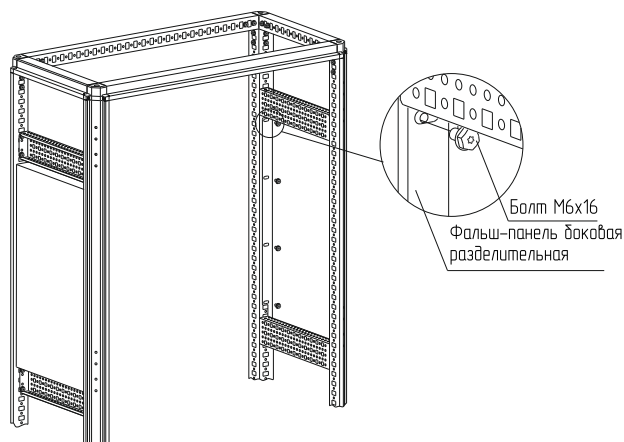

Рисунок 42
– вариант 1. Болтами М6×16 (рисунок 42). Момент затяжки – 7 Н·м. Болты приобретаются отдельно;